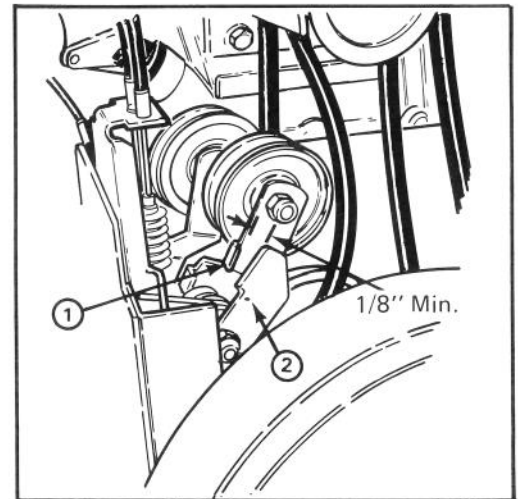

Figure 23
2. Vérifiez le réglage du galet-tendeur et des freins. Il doit y avoir un dégagement minimum de 3 mm entre la patte du levier intermédiaire de direction de la roue hélice et le bras du frein (fig. 23). Si l'espace est plus petit, la courroie doit être remplacée.